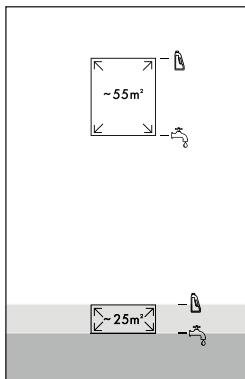

Abb. 8
- ◆ Füllen Sie für kleine Flächen (bis zu 25 m²) Leitungswasser oder destilliertes Wasser bis zur ersten Füllstand-Markierung in den Frischwasserbehälter ⑪ (siehe Abb. 8).
- ◆ Füllen Sie für kleine Flächen (bis zu 25 m²) Reinigungsmittel bis zur zweiten Füllstand-Markierung in den Frischwasserbehälter ⑪ (siehe Abb. 8).